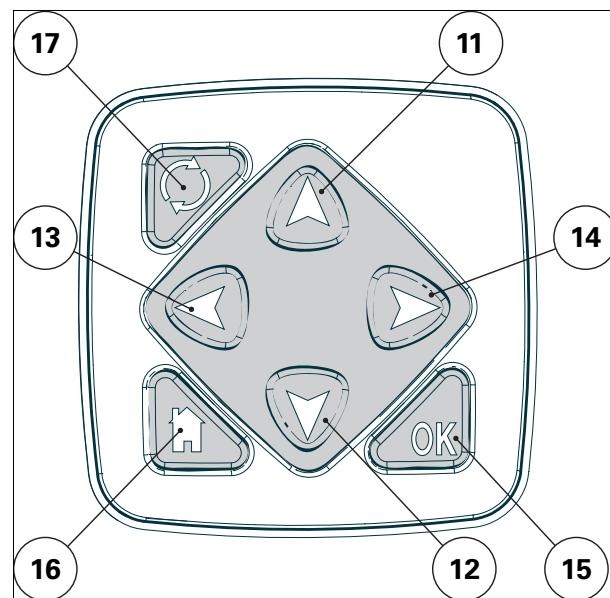

Рис. 10.
Для переключения между дисплеями используйте кнопку "Отмена" ((16)) на клавиатуре Блок управления ТМС рис. 10 на главном экране.
Для переключения между дисплеями используйте кнопку со стрелкой "вниз" на клавиатуре Блок управления ТМС рис. 10 на главном экране.
- (1) ЖК-дисплей переднего хода, нейтрали и заднего хода
- (2) Индикатор чувствительности сервопривода заднего хода
- (3) Дисплей скорости переднего хода
- (4) Цифровой дисплей: Частота вращения заднего МОМ, частота вращения двигателя, время работы, часы наработки двигателя.
- (5) Дисплей включенной повышающей передачи
- (6) Дисплей включенной понижающей передачи
- (7) Дисплей включенной конвейерной передачи.
- (8) Дисплей уровня масла во вспомогательной гидравлической системе
- (9) Индикатор автоматической работы переднего моста
- (10) Дисплей выбора: Параметры частоты вращения заднего МОМ и двигателя могут отображаться в нижней части экрана и выбираются нажатием кнопки (17), расположенной на рулевом колесе *рис. 10* справа.